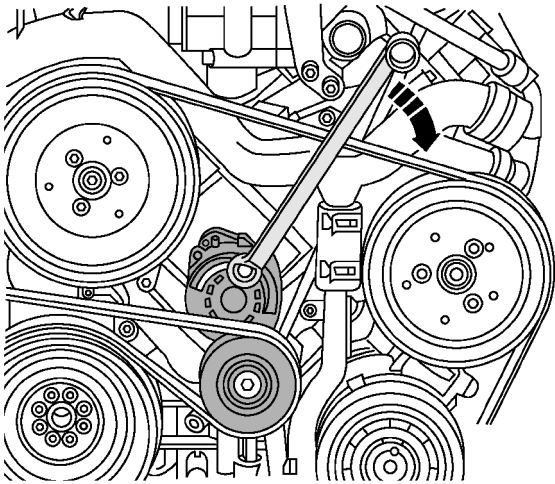

图 1-5-5 从冷却液泵带盘上拆下多楔带
(1) 如图 1-5-5 所示，松开多楔带时应沿箭头方向摇动张紧装置，从冷却液泵带盘上拆下多楔带，松开张紧装置。
(1) 如图 1-5-5 所示,松开多楔带时应沿箭头方向摇动张紧装置,从伺服泵带盘上拆下多楔带,松开张紧装置。